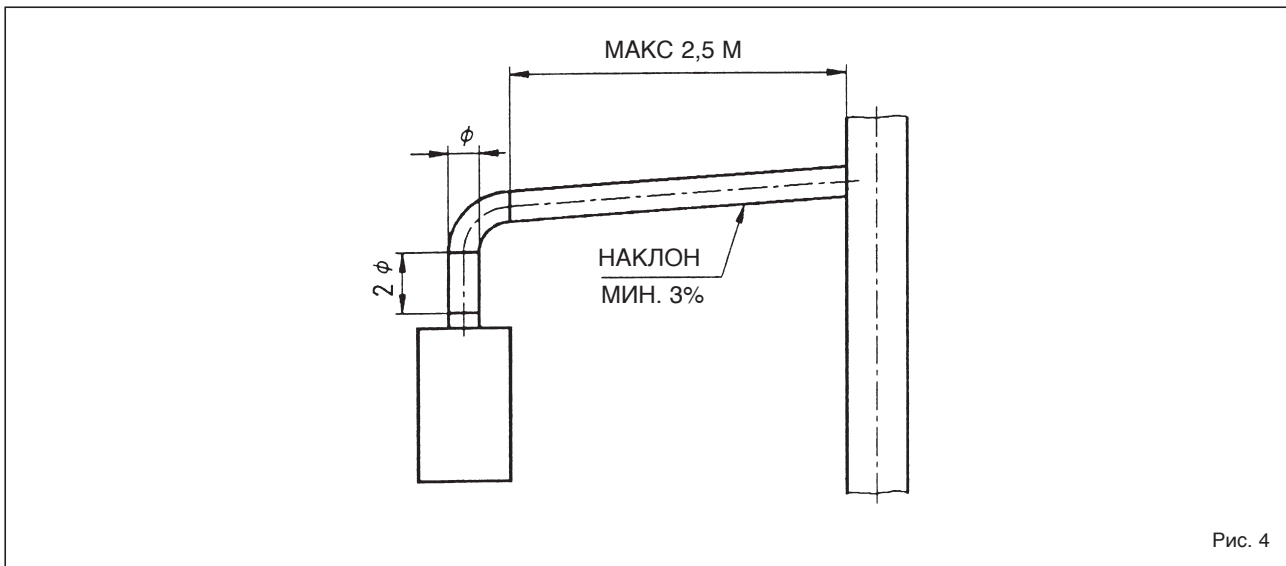

Рис. 4
2.4.1 Подсоединение дымовой трубы (Рис. 4)
На рис.4 изображено подсоединение котлоагрегата к дымовой трубе или дымоходу при помощи дымовых каналов в соответствии с предписаниями норматива UNI 7129/92 для аппаратов с номинальным расходом тепла не более 35 кВт.